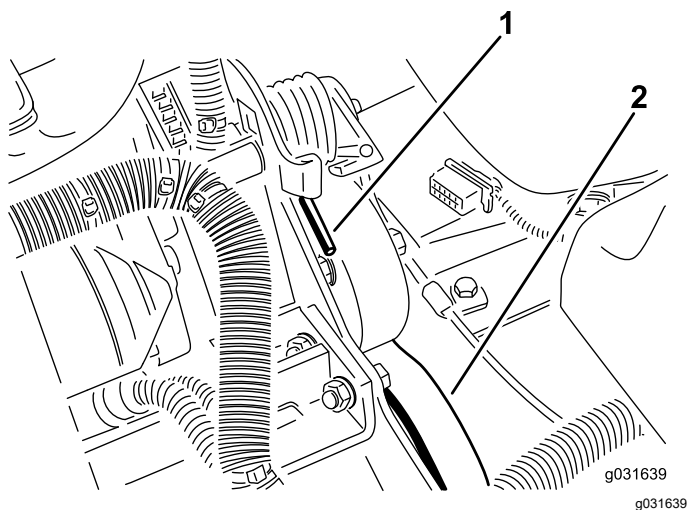

Figura 63
2. Premete l'estremità della molla e spingetela in avanti per sbloccarla dalla staffa e rilasciare la tensione della molla (Figura 63).